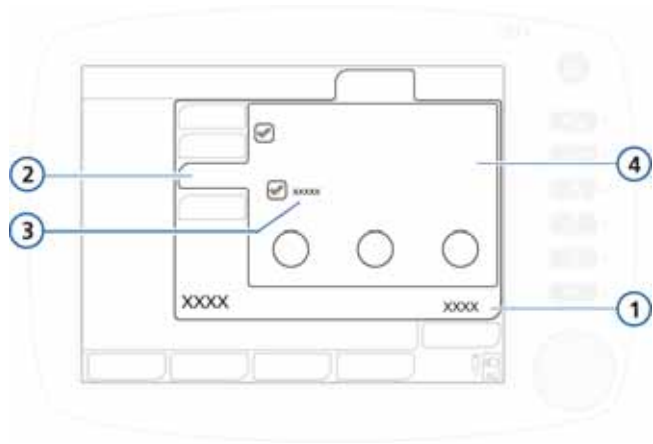

Figura 4-7. Finestra Apnea, tasto Automatico
4. Se applicabile, aprire la finestra **Comandi** -> **Apnea** (Figura 4-7). Selezionare o deselezionare **Backup** secondo le esigenze.
3. Se applicabile, aprire la finestra **Comandi** -> **Apnea** (Figura 4-7) e selezionare o deselezionare **Backup** secondo le esigenze. Per maggiori dettagli, vedere la Sezione 4.6.3.